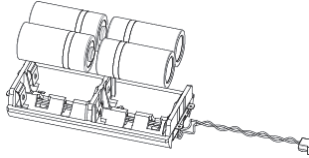

Figura 9
5. Reemplace las pilas teniendo en cuenta su polaridad (ver Figura 9).